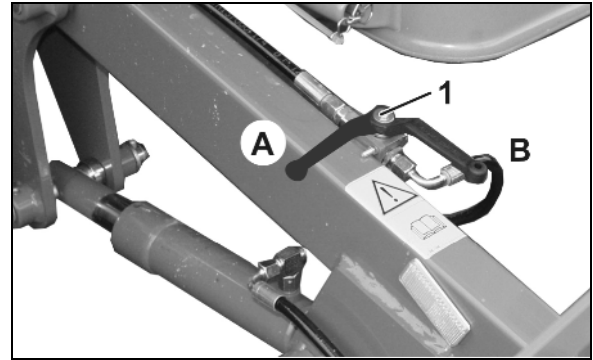

Fig. 100
10. Kugelhahn (Fig. 100/1) in Position **A** bringen.
4. Befüllschnecke hydraulisch ausklappen (Fig. 100/2).
6. Befüllschnecke hydraulisch antreiben (Fig. 100/1).
8. Befüllschnecke hydraulisch einklappen (Fig. 100/2).